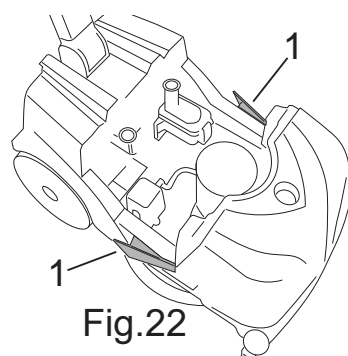

Fig.22
- Trykk på de to sidespakene som blokkerer tanken (fig. 22 - ref. 1), trekk oppsamlingstanken av fra rammen og plasser den på gulvet.